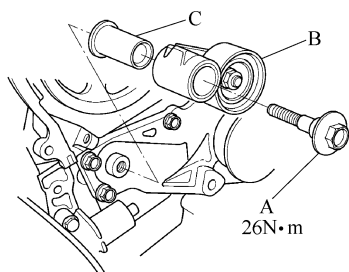

图 2-10 拆下正时带调节器
- ① 拆下正时带。
- ② 将蓄电池夹紧螺栓从后盖上拆下。
- ③ 拆下自动张紧器。
- ④ 拆下螺栓 (A)，然后拆下正时带调节器 (B) 和护圈 (C)，见图 2-10。